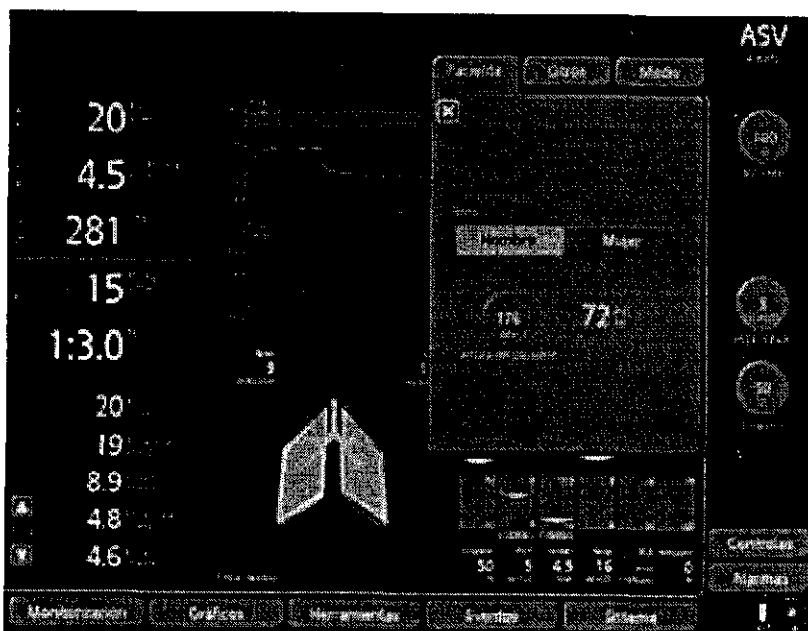

Figura 7. Ventana paciente
1. Abra la ventana **Paciente** (Figura 7).